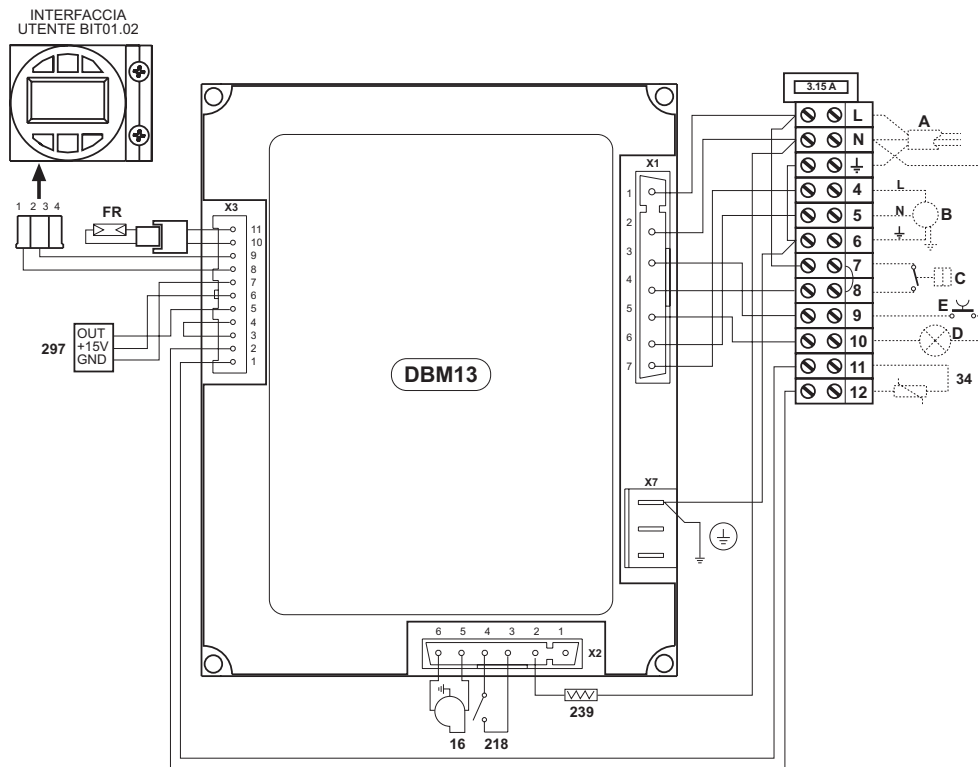
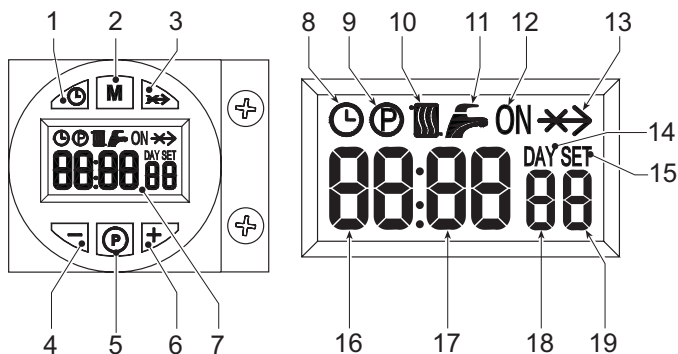

fig. 17 - Schemă electrică cu panou de borne cu 12 poli
рис. 1 - Панель управления
Запрос на розжиг (вызываемый замыканием контакта на клеммах 7-8 (см. рис. 17), в условиях стандартных настроек) сопровождается загоранием символа радиаторной батареи (поз. 10 - рис. 1).
1. Нажмите на кнопку установки дня/времени (поз. 1 - рис. 1).
2. На дисплее (поз. 7 - рис. 1) мигают символы ЧАСОВ и ДНЯ: задайте день недели с помощью кнопок + и - (поз. 4 и 6 - рис. 1), принимая во внимание, что 1=понедельник, 7=воскресенье. Подтвердите введенный день нажатием кнопки для установки дня/времени (поз. 1 - рис. 1).
3. На дисплее (поз. 7 - рис. 1) мигают две цифры ТЕКУЩЕГО ВРЕМЕНИ (В ЧАСАХ) и символ ЧАСОВ: задайте точное время в часах с помощью кнопок + и - (поз. 4 и 6 - рис. 1), от 00 до 23. Подтвердите введенное время нажатием кнопки для установки дня/времени (поз. 1 - рис. 1).
4. На дисплее (поз. 7 - рис. 1) мигают две цифры ТЕКУЩЕГО ВРЕМЕНИ (В МИНУТАХ) и символ ЧАСОВ: задайте точное время в минутах с помощью кнопок + и - (поз. 4 и 6 - рис. 1), от 00 до 59. Подтвердите введенные минуты нажатием кнопки для установки дня/времени (поз. 1 - рис. 1). Работа системы отопления в Автоматическом режиме, Ручном режиме Оп, Ручном режиме Off
Нажатием на кнопку выбора рабочего режима (поз. 2 - рис. 1) можно задать:
1. автоматический режим работы, на дисплее (поз. 7 - рис. 1) появится символ ЧАСОВ. Запрос на активацию и деактивацию горелки зависит от заданной недельной программы. В заданный временной диапазон на дисплее (поз. 7 - рис. 1) отображается также символ ON.
2. В ручном режиме Оп на дисплее (поз. 7 - рис. 1) отображается только символ ON. Горелка постоянно включена
3. В ручном режиме Off на дисплее (поз. 7 - рис. 1) не отображается ни символ ON, ни символ ЧАСОВ. Горелка выключена
Можно заранее задать недельную программу в 3 временных диапазонах включенного режима ON и 3 временных диапазонах выключенного режима OFF: они будут одинаковы для каждого дня недели. В запрашиваемом временном диапазоне (поз. 7 - рис. 1) отображается символ ON.
1. Нажмите на кнопку Программирование "P" (поз. 5 - рис. 1)
2. Выберите день для программирования с помощью кнопок + и - (поз. 4 и 6 - рис. 1):
3. Нажмите на кнопку программирования "P" (поз. 5 - рис. 1):
- С помощью кнопок + и - (поз. 4 и 6 - рис. 1) можно изменить начало 1-го временного диапазона режима ON; например, 06:00Нажмите на кнопку Программирования "P" (поз. 5 - рис. 1)
- С помощью кнопок + и - (поз. 4 и 6 - рис. 1) можно изменить начало 1-го временного диапазона режима OFF; например, 09:00Нажмите на кнопку Программирования "P" (поз. 5 - рис. 1)
- С помощью кнопок + и - (поз. 4 и 6 - рис. 1) можно изменить начало 2-го временного диапазона режима ON; например, 12:30Нажмите на кнопку Программирования "P" (поз. 5 - рис. 1)
- С помощью кнопок + и - (поз. 4 и 6 - рис. 1) можно изменить начало 2-го временного диапазона режима OFF; например, 14:00Нажмите на кнопку Программирования "P" (поз. 5 - рис. 1)
- С помощью кнопок + и - (поз. 4 и 6 - рис. 1) можно изменить начало 3-го временного диапазона режима ON; например, 16:00Нажмите на кнопку Программирования "P" (поз. 5 - рис. 1)
- С помощью кнопок + и - (поз. 4 и 6 - рис. 1) можно изменить начало 3-го временного диапазона режима OFF; например, 23:30Нажмите на кнопку Программирования "P" (поз. 5 - рис. 1)
11. Нажмите на кнопку программирования "P" (поз. 5 - рис. 1) на 3 секунды, чтобы выйти из режима программирования.
Доступ в меню параметров осуществляется нажатием кнопки программирования "M" (поз. 2 - рис. 1) в течение 5 секунд. На дисплее отображается параметр "u01": обозначенный SET 01. При нажатии на кнопку "P" (поз. 5 - рис. 1) можно просмотреть список параметров.
Для изменения значения параметров используются кнопки + и - (поз. 4 и 6 - рис. 1). сохранение изменения происходит автоматически После изменения параметра необходимо подождать 3 секунды: мигающее значение вносится в память.
Для выхода из меню нажмите кнопку выбора режима работы "M" (поз. 2 - рис. 1) в течение 5 секунд
Доступ в меню параметров осуществляется нажатием кнопки программирования "P" (поз. 5 - рис. 1) в течение 10 секунд. На дисплее отображается параметр "t01": обозначенный SET 01. Нажатием на кнопку "P" (поз. 5 - рис. 1) можно просмотреть список параметров.